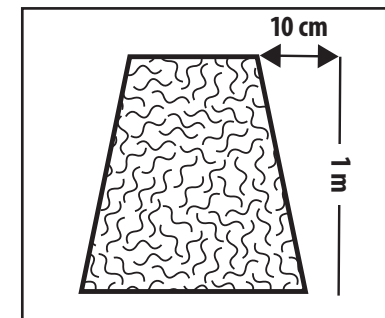

Abb. 8
- Es ist empfohlen, den lebendigen Zaun in eine solche Form zu schneiden, dass die Basis etwas breiter ist, als der obere Teil, denn eine solche Gestaltung erleichtert das Eindringen von Sonnenstrahlen in das Bewuchsinnere, siehe Abb.8